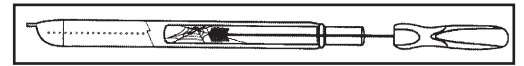

Fig. 5
3. Nettoyer les tubes venturi avec une brosse à bouteille ou avec une brosse venturi (PN 67-0144). (Fig. 5)